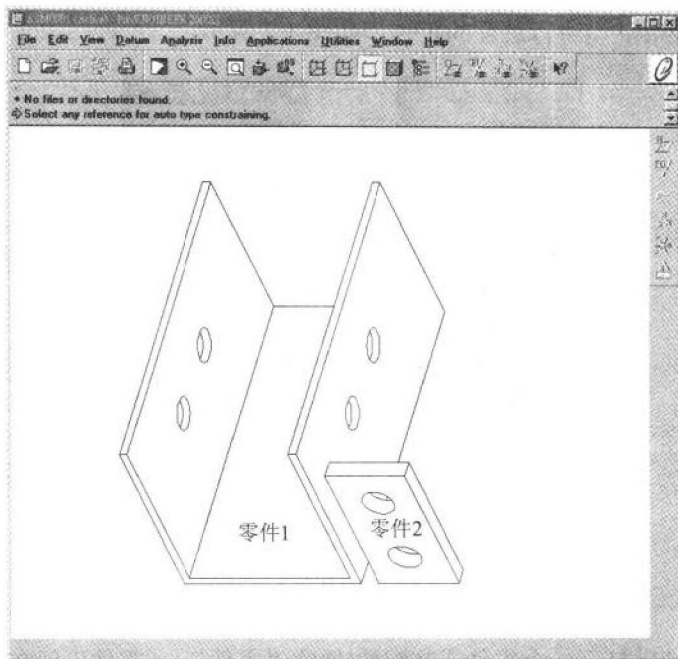
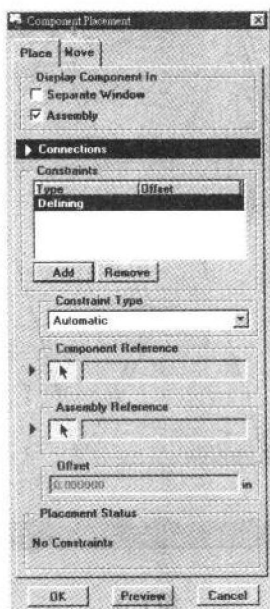
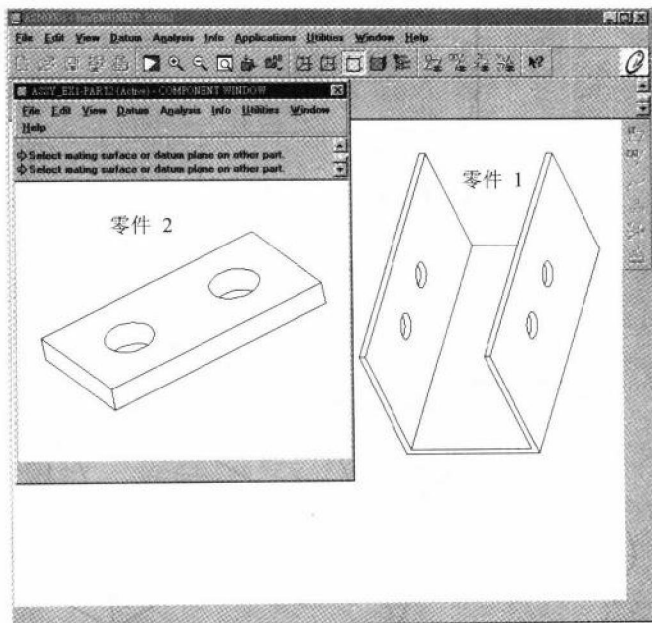

图 1.4
图 1.5
图 1.6
5. 再选 Assemble 打开另一个零件, 零件出现在主窗口内, 如图 1.4 所示。
6. 出现 *Component Placement*(零件位置)的对话框(如图 1.5 所示), 其中 *Display Component In* 选项区域用以指定第 2 个零件的摆放方式, 包括: (1) *Assembly*(系统默认为此选项), 第 2 个零件出现在主窗口内, 如图 1.4 所示; (2) *Separate Window*, 第 2 个零件出现在左方的次窗口内, 如图 1.6 所示。